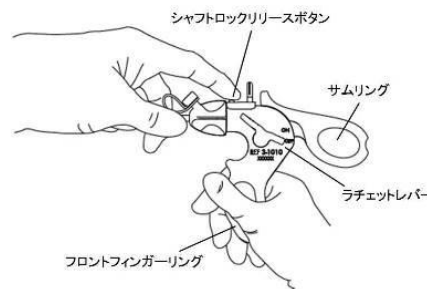

図 2
- (1) ラチェットレバーが「OFF」の位置になっていることを確認する。
- (2) フロントフィンガーリングを持ち、シャフトロックリリースボタンを押し下げながらシャフトをハンドルから引き抜く（図 2 参照）。